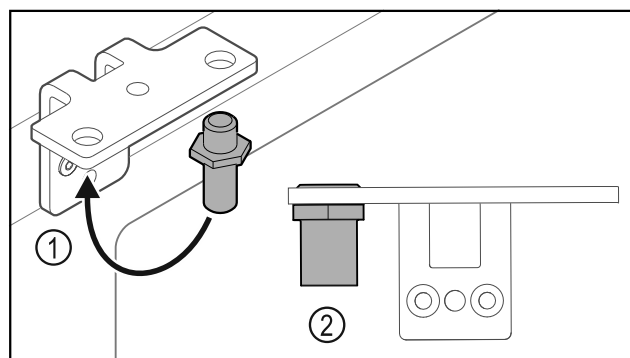

Fig. 17
- ▶ Sworznie Fig. 17 (1) przełożyć do zawiasu.
- ▶ Sworznie Fig. 17 (2) dokręcić z **momentem obrotowym 12 Nm**.